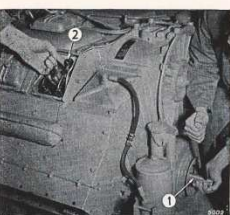
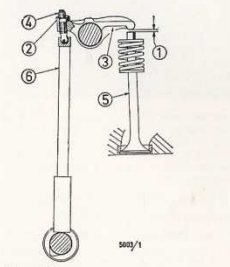

Figure 25
Figure 26
B.8 Vérification du jeu aux soupapes* (fig. 25 et 26)
La vérification du jeu aux soupapes (1 fig. 26) s'effectue toujours à moteur froid, au moyen d'une jauge de 0,2 à 0,3 mm d'épaisseur. Au préalable et à l'aide de l'outil vireur, joint sur demande au lot d'outils de bord (1, fig. 25), engagé dans la sortie avant du vilebrequin, virer le moteur pour que les 2 soupapes du cylindre intéressé soient fermées c. a. d. que les tiges des culbuteurs (6 fig. 26) se laissent tourner à la main; la jauge d'épaisseur doit être engagée de justesse dans l'espace (1) entre la pastille du culbuteur et la tige de la soupape, et cela aussi bien à la soupape d'admission qu'à celle d'échappement. Pour autant que l'intervalle 1 est trop étroit ou trop haut, dévisser le contre-écrou (2) de 1 à 2 tours, agir avec un tourne-vis sur la vis de calage (4 fig. 26) de façon qu'après avoir resserré le contre-écrou la lame de la jauge puisse être retirée de justesse.
* Le jeu aux soupapes est l'intervalle (1 fig. 26) indispensable entre le culbuteur et la tige de la soupape (pastille du culbuteur 3 et tige de la soupape 5 fig. 26). Si l'intervalle est bien calé, le moteur tourne rond et développe toute sa puissance. L'opération de calage peut être effectuée selon les indications ci-dessus - par tout bon opérateur; en cas d'hésitation, s'adresser au concessionnaire le plus proche.